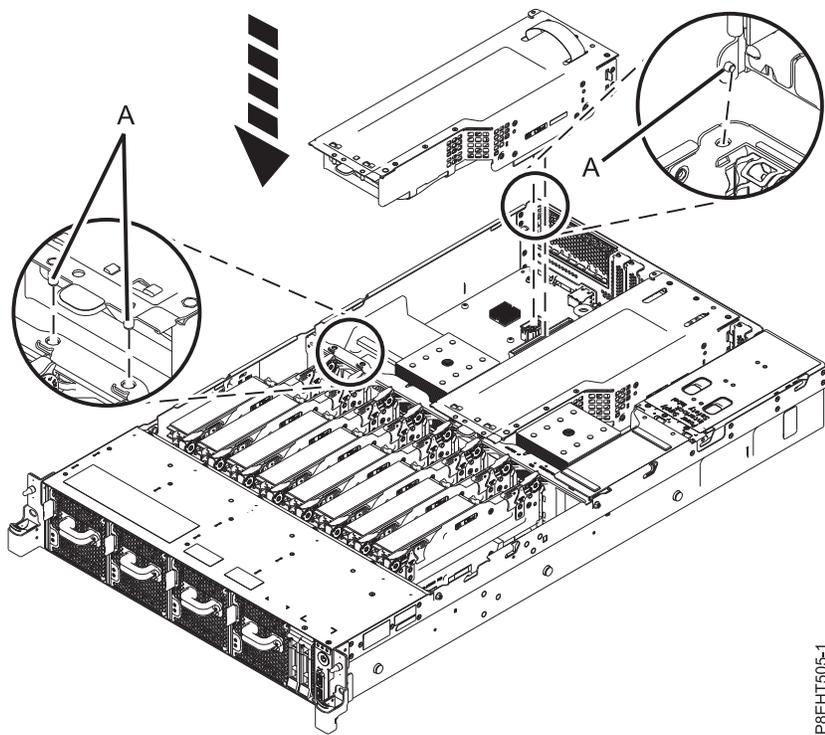

Figura 44. Instalación de la tarjeta de expansión PCIe
4. Utilizando las 3 patillas de alineación (A), coloque la tarjeta de expansión PCIe en el sistema. Presiónela hacia abajo en su lugar hasta que quede bien fijada en el sistema. Consulte la Figura 44 en la página 44.